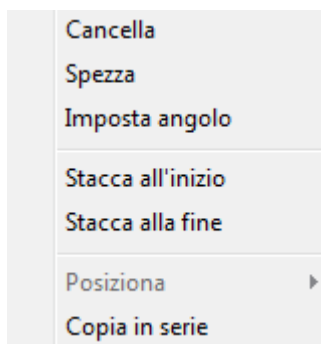

Figura 3.29: Menu contestuale modifica ambiente.
- ✧ Imposta Angolo: consente di impostare un angolo per una singola parete, figura 3.29;